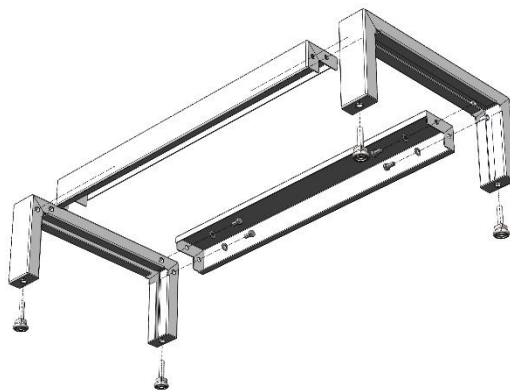

Рис. 1. Сборка высокого каркаса
- [1] • Установить в боковины каркаса регулируемые опоры (*Рис. 1*);
- Соединить боковины с поперечинами каркаса, используя болты M8x16, шайбы 8 и предусмотренные в боковинах заклёпки-гайки M8 (*Рис. 1*);